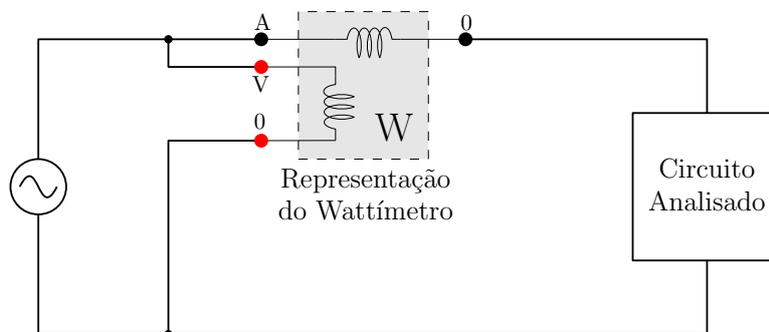

Figura 6.5: Forma de utilização do Wattímetro
se a bobina de tensão for submetida a uma tensão maior que a indicada pela escala, o wattímetro será danificado. Ou seja, a escolha da escala do tap da bobina de tensão deve ser feita com cautela. A bobina de corrente, por outro lado, assemelha-se a um amperímetro por isso deve ser ligada em série com o circuito. A Figura 6.5 apresenta o esquema típico de ligação de um wattímetro.
- Monte um circuito similar ao da Figura 6.5 usando a fonte de $0 - 250V$ CA e o reostato de 110Ω : mantenha a fonte zerada e o reostato no máximo.